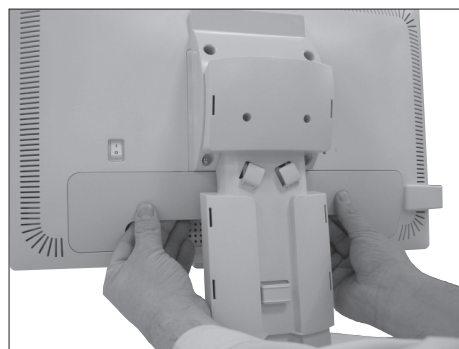

Figure C.1
3. Retirez le couvercle du connecteur (**Figure C.1**).